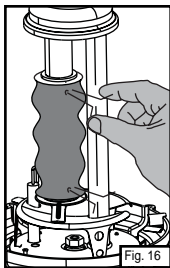

Fig. 16
- ⇒ Tuerza los sujetadores. (Fig. 16 and 17)